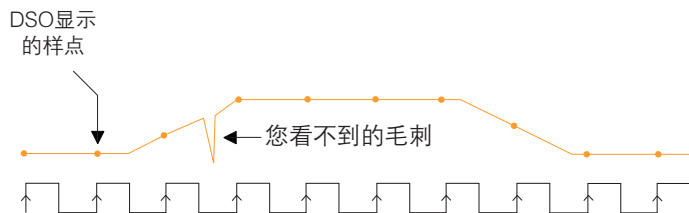

图23. 采样率随时基变化：时基设置越慢，采样率越慢。某些数字示波器提供峰值检测模式，以较低的扫描速度捕获快速瞬态信号。
- **峰值检测模式**：示波器保存两个波形间隔期间获得的最小值样点和最大值样点，使用这些样点作为两个对应的波形点。即使在时基设置非常低(低速时基设置意味着长波形间隔)时，峰值检测模式的数字示波器仍很快的采样率运行ADC，能够捕获采样模式下波形点之间发生的快速信号变化，如图23所示。峰值检测模式特别适合观察时间上相距很远的窄脉冲，如图24所示。